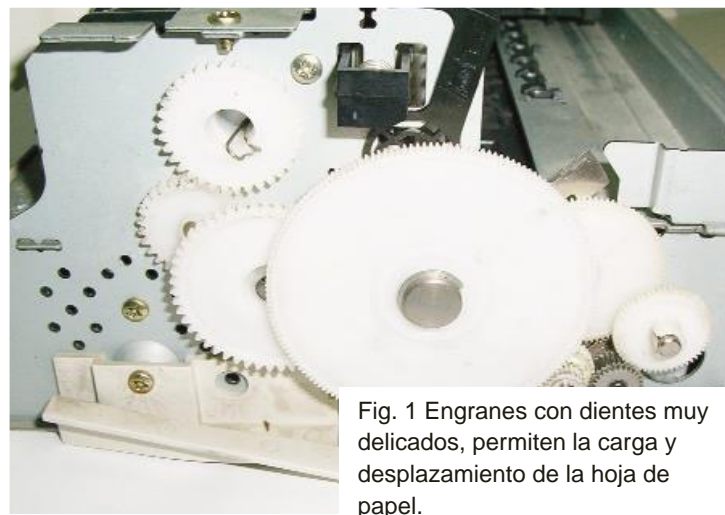
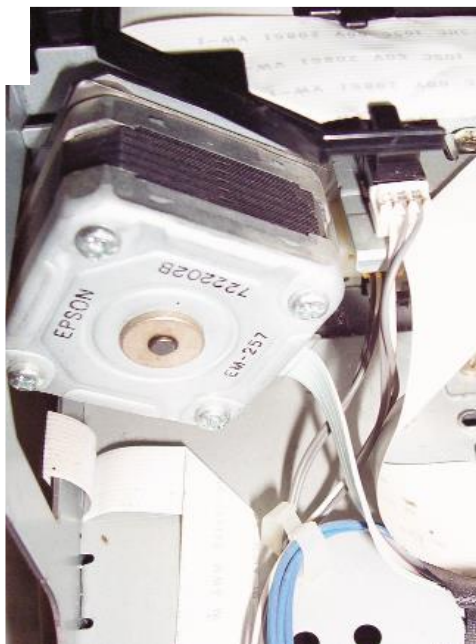
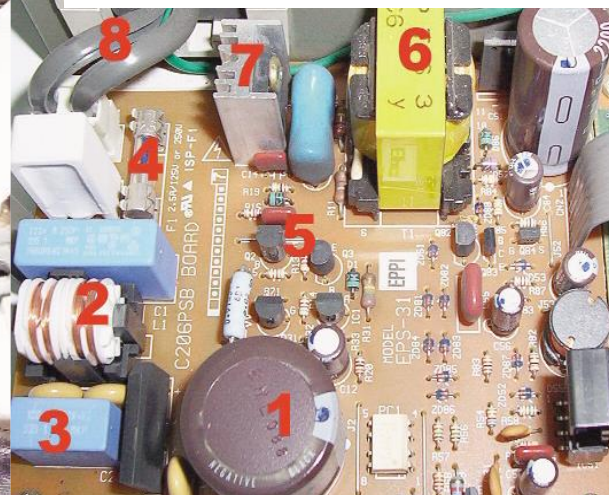

Fig. 1 Engranajes con dientes muy delicados, permiten la carga y desplazamiento de la hoja de papel.
Fig. 5 Fuente de alimentación y algunos componentes:
Fig. 4. Retirar tapa de motor para
- Sopla el polvo de entre las teclas manteniendo en posición vertical el bote de aire comprimido, Fig. 5
<ul style="list-style-type: none"> • Brochas duras y suaves (de preferencia antiestáticas) • Paños, que no suelten pelusa. • Isopos de algodón. • Limpiador de aplicación en espuma. • Limpiador de componentes electrónicos dieléctrico. • Aire comprimido. • Alcohol isopropílico. • Líquido para limpiar cristales • Lubricante. • Kit limpiador de unidades lectoras de diskettes, DVD y CD. • Pulsera antiestática. • Goma. • Utilerías del equipo. • Manuales y documentación técnica del equipo. • Tabla de códigos de error generada en práctica 1. 	<ul style="list-style-type: none"> • Dispone un recipiente para guardar de forma segura los tornillos que se van desmontando, con la finalidad de tenerlos identificados y no se extravíen. <p>Identificación de componentes con falla</p> <ul style="list-style-type: none"> • Monitorea los mensajes al arranque del equipo que emite POST, identificando si los dispositivos están disponibles y operacionales. • Monitorea los mensajes y alertamientos de los periféricos con el comando INICIO/SIMBOLO DE SISTEMA/msinfo32. • Identifica el componente a limpiar, ajustar o sustituir en la práctica, apoyándose en los datos obtenidos en la práctica 1: componente, maca, modelo, voltaje de operación e indicador de operación normal del componente, características técnicas particulares del componente. • Identifica los componentes bajo mantenimiento correctivo, con base al diagnóstico elaborado previamente y apoyado en la tabla de códigos y mensajes de error elaborada en la práctica 1; quita la tapa del gabinete (depende del modelo del equipo con el que se cuente) con la finalidad de tener a la vista y el acceso a los mismos. Fig1, Tabla 1 y Tabla2. • Retira la tapa del gabinete, utilizando el desamador adecuado al tipo de tornillos, Fig.1 y 2. <p>Evaluación de compatibilidades de los componentes susceptibles de ser actualizados</p> <ul style="list-style-type: none"> • Identifica las características del componente a ser sustituido. • Identifica proveedores de componentes sustitutos. • Evalúa las compatibilidades de los componentes que pueden sustituir a los identificados como dañados, describiendo sus características tecnológicas, beneficios potenciales que pueden aportar, fabricante y dictamen de compatibilidad <p>Sustitución de los componentes en impresora</p> <ul style="list-style-type: none"> • Obtiene fotografía del estado de montaje de todos los componentes de los periféricos en estado de operación normal. • Graba la operación de desensamble, así como la de ensamble. • Utiliza las impresoras destinadas a ser desarmadas e identifica los componentes que se identifican en los siguientes párrafos • Abre el gabinete, acomodando los tornillos en el organizador. • Identifica los siguientes componentes (Fig. 3 y 4 de la práctica 1), para las impresoras de
<p>inyección de tinta. Las partes variarán de ubicación dependiendo la marca y modelo, así como no aparecerán en todos los tipos de impresora.</p> <ul style="list-style-type: none">Banda dentada de transporte (Fig. 2)Barra guía de movimiento (ver Fig, de práctica 1)Contenedor de cartuchos.Cabezal de impresión.Tapa de contención de cartuchos.Rodillos guía de desplazamiento de hoja.Engranajes (Fig. 1)Sensor (Fig. 3)Inyectores.Motor (Fig. 4)Fuente de alimentación (Fig. 5). <ul style="list-style-type: none">• Identifica si hay piezas sueltas que pertenezca al mecanismo de la impresora; si las hubiera identifica el lugar de donde provienen.• Identifica componentes dañados y lo reemplaza por otro de las mismas características consultando el manual del fabricante.• Lubrica partes móviles.• Ensambla y realiza pruebas antes de cerrar el gabinete.• Cierra el gabinete, si las pruebas son satisfactorias.• Realiza pruebas nuevamente.
<ul style="list-style-type: none"> • Brochas duras y suaves (de preferencia antiestáticas) • Paños, que no suelten pelusa. • Isopos de algodón. • Limpiador de aplicación en espuma. • Limpiador de componentes electrónicos dieléctrico. • Aire comprimido. • Alcohol isopropílico. • Liquido para limpia cristales • Lubricante. • Kit limpiador de unidades lectoras de diskettes, DVD y CD. • Pulsera antiestática. • Goma. • Utilerías del equipo. • Manuales y documentación técnica del equipo. • Tabla de códigos de error generada en práctica 1. • Pinzas de Punta <ul style="list-style-type: none"> ○ De punta normal ○ De punta curva ○ De punta fina • Aspiradora. • Cepillos de cerdas duras • Brochas duras y suaves (de preferencia antiestáticas) • Paños, que no suelten pelusa. • Isopos de algodón. • Limpiador de aplicación en espuma. • Limpiador de componentes electrónicos dieléctrico. • Aire comprimido. • Alcohol isopropílico. 	<ul style="list-style-type: none"> • Disponer un recipiente para guarda de forma segura los tornillos que se van desmontando, con la finalidad de tenerlos identificados y no se extravíen. <p>Identificación de componentes con falla</p> <ul style="list-style-type: none"> • Monitorea los mensajes al arranque del equipo que emite POST, identificando si los dispositivos están disponibles y operacionales. • Monitorea los mensajes y alertamientos de los periféricos con el comando INICIO/SIMBOLO DE SISTEMA/msinfo32. • Identifica el componente a limpiar, ajustar o sustituir en la práctica, apoyándose en los datos obtenidos en la práctica 1: componente, maca, modelo, voltaje de operación e indicador de operación normal del componente, características técnicas particulares del componente. • Identifica los componentes bajo mantenimiento correctivo, con base al diagnóstico elaborado previamente y apoyado en la tabla de códigos y mensajes de error elaborada en la práctica 1; quita la tapa del gabinete (depende del modelo del equipo con el que se cuente) con la finalidad de tener a la vista y el acceso a los mismos. Fig1, Tabla 1 y Tabla2. • Retira la tapa del gabinete, utilizando el desamador adecuado al tipo de tornillos, Fig.1 y 2. <p>Evaluación de compatibilidades de los componentes susceptibles de ser actualizados</p> <ul style="list-style-type: none"> • Identifica las características del componente a ser sustituido. • Identifica proveedores de componentes sustitutos. • Evalúa las compatibilidades de los componentes que pueden sustituir a los identificados como dañados, describiendo sus características tecnológicas, beneficios potenciales que pueden aportar, fabricante y dictamen de compatibilidad <p>Sustitución de componentes de escáner</p> <ul style="list-style-type: none"> • Obtiene fotografía del estado de montaje de todos los componentes de los periféricos en estado de operación normal. • Graba la operación de desensamble, así como la de ensamble. • Abre el gabinete, acomodando los tornillos en el organizador. • Identifica los siguientes componentes, así como el tipo de tecnología. <ul style="list-style-type: none"> - OCR. - Sensores (Fig. 7 y 8).
<ul style="list-style-type: none"> • Cepillos de cerdas duras • Brochas duras y suaves (de preferencia antiestáticas) • Paños, que no suelten pelusa. • Isopos de algodón. • Limpiador de aplicación en espuma. • Limpiador de componentes electrónicos dieléctrico. • Aire comprimido. • Alcohol isopropílico. • Líquido para limpiar cristales • Lubricante. • Pulsera antiestática. • Goma. • Utilerías del equipo. • Manuales y documentación técnica del equipo. • Tabla de códigos de error generada en práctica 1. 	<p>limpiar las ranuras del CPU</p> <ul style="list-style-type: none"> • Mantén en vertical el bote de aire comprimido durante su aplicación • Leer las instrucciones de los kit de limpieza de las unidades lectoras • Limpia su área de trabajo, antes, durante y al final de la práctica. • Dispone un recipiente para guardar de forma segura los tornillos que se van desmontando, con la finalidad de tenerlos identificados y no se extravíen. <p>Identificación de componentes con falla</p> <ul style="list-style-type: none"> • Monitorea los mensajes al arranque del equipo que emite POST, identificando si los dispositivos están disponibles y operacionales. • Monitorea los mensajes y alertamientos de los periféricos con el comando INICIO/SIMBOLO DE SISTEMA/msinfo32. • Identifica el componente a limpiar, ajustar o sustituir en la práctica, apoyándose en los datos obtenidos en la práctica 1: componente, marca, modelo, voltaje de operación e indicador de operación normal del componente, características técnicas particulares del componente. • Identifica los componentes bajo mantenimiento correctivo, con base al diagnóstico elaborado previamente y apoyado en la tabla de códigos y mensajes de error elaborada en la práctica 1; quita la tapa del gabinete (depende del modelo del equipo con el que se cuente) con la finalidad de tener a la vista y el acceso a los mismos. Fig1, Tabla 1 y Tabla2. • Retira la tapa del gabinete, utilizando el desamador adecuado al tipo de tornillos, Fig.1 y 2. <p>Evaluación de compatibilidades de los componentes susceptibles de ser actualizados</p> <ul style="list-style-type: none"> • Identifica las características del componente a ser sustituido. • Identifica proveedores de componentes sustitutos. • Evalúa las compatibilidades de los componentes que pueden sustituir a los identificados como dañados, describiendo sus características tecnológicas, beneficios potenciales que pueden aportar, fabricante y dictamen de compatibilidad <p>Sustitución de componentes del teclado</p> <ul style="list-style-type: none"> • Coloca de cabeza el teclado